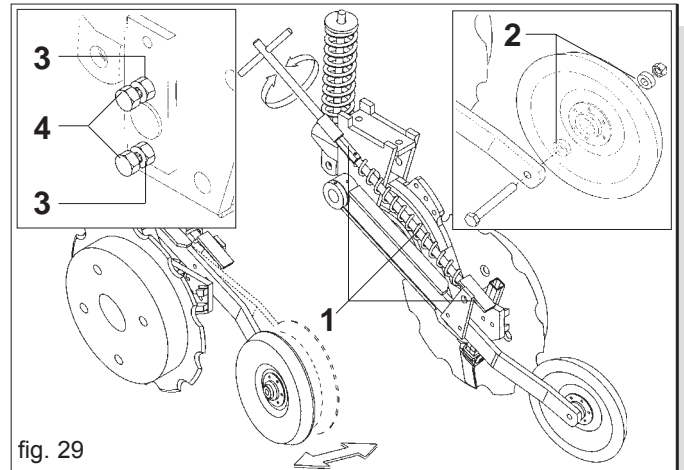

fig. 29
perciò la sua pressione va regolata con cura. Si può intervenire sulla funzionalità della ruota (Fig. 29):
- modificando la **tensione della molla** (1)
- modificando la **distanza tra ruota e solco** seminato; ciò avviene variando la posizione dei distanziali (2).
**Regolare periodicamente l'eventuale gioco della ruota copriseme posteriore eseguendo le seguenti operazioni (Fig. 29):**
- allentare i controdadi (3);
- serrare con cautela le viti (4) verificando il gioco della ruota copriseme posteriore;
- serrare i controdadi (3) precedentemente allentati.